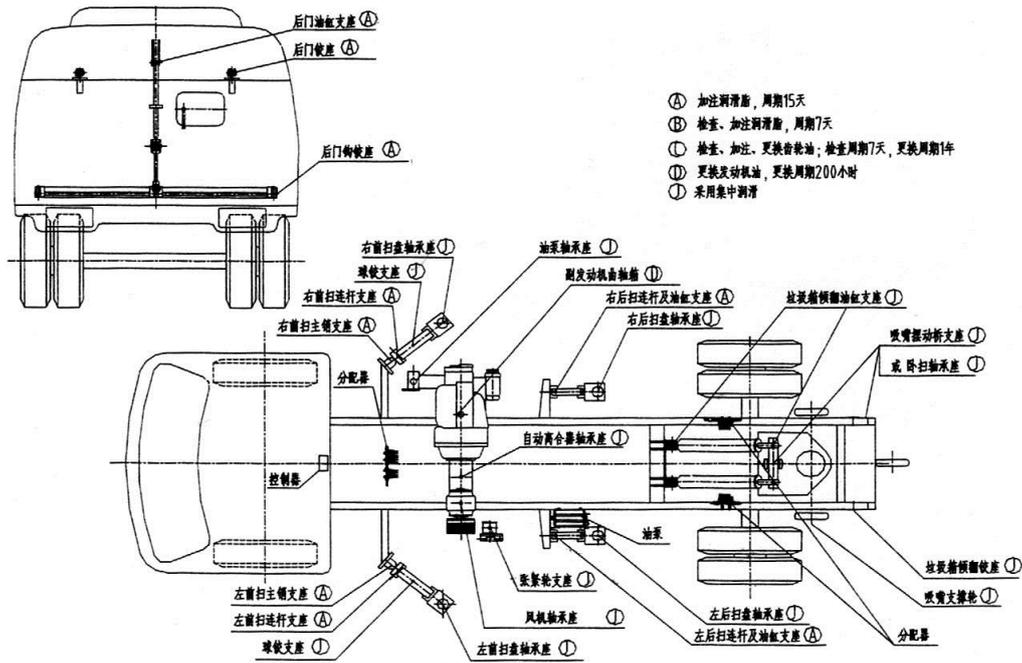

图 14 集中润滑部位图
6.5.2 扫路车工作装置的集中润滑，润滑部位及润滑要求见图 14。